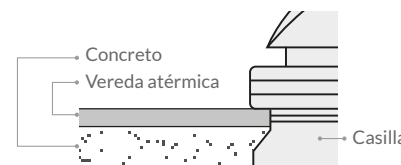

FIG 1
7. Realizar la vereda según el diseño del proyecto, procurando que la misma finalice en línea con el borde que se indica a continuación (FIG. 1).
7. Realizar la vereda según el diseño del proyecto, procurando que la misma finalice en línea con el borde que se indicó anteriormente (FIG. 1).